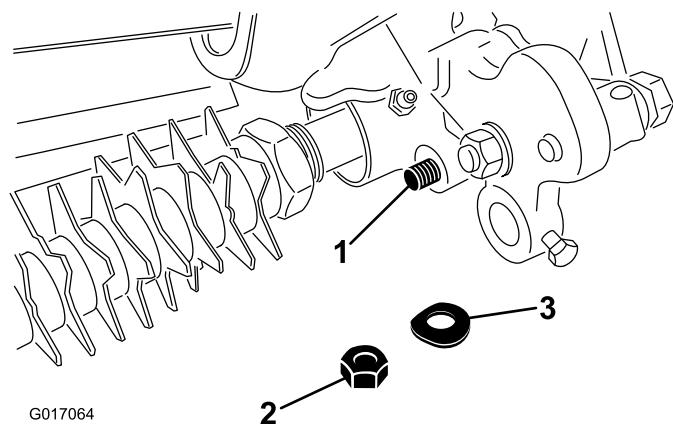

図 11
23. アジャスターム・アセンブリのロッド端部をグルーマ駆動アセンブリに固定するベルヴィールワッシャとロックナットを使用する 図 11。
28. アジャスターム・アセンブリのロッド端部をグルーマ駆動アセンブリに固定するベルヴィールワッシャとロックナットを使用する 図 11。